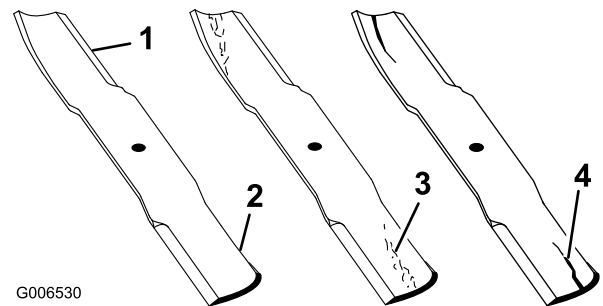

Figura 25
4. Examine cuidadosamente as extremidades da lâmina, prestando especial atenção à zona onde se encontram as partes curvas e planas da lâmina (Figura 25).
Nota: Verifique o estado da lâmina antes da operação de corte, pois a areia e outros materiais abrasivos podem ter desgastado o metal que liga as partes curva e plana da lâmina. Se notar algum desgaste (Figura 25), substitua a lâmina; consulte Retirar a lâmina de corte.
Se a lâmina continuar a sofrer este tipo de desgaste irá formar-se uma ranhura entre a parte curva e a parte plana da lâmina (Figura 25). Eventualmente, pode soltar-se algum pedaço da lâmina e projectar-se, ferindo-o a si ou a qualquer pessoa próxima.